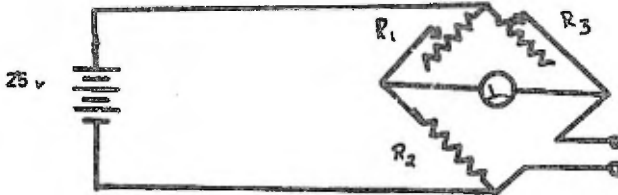

FIG. 5
2.- Indique el funcionamiento del aparato que se ilustra en la práctica (FIG. 5).